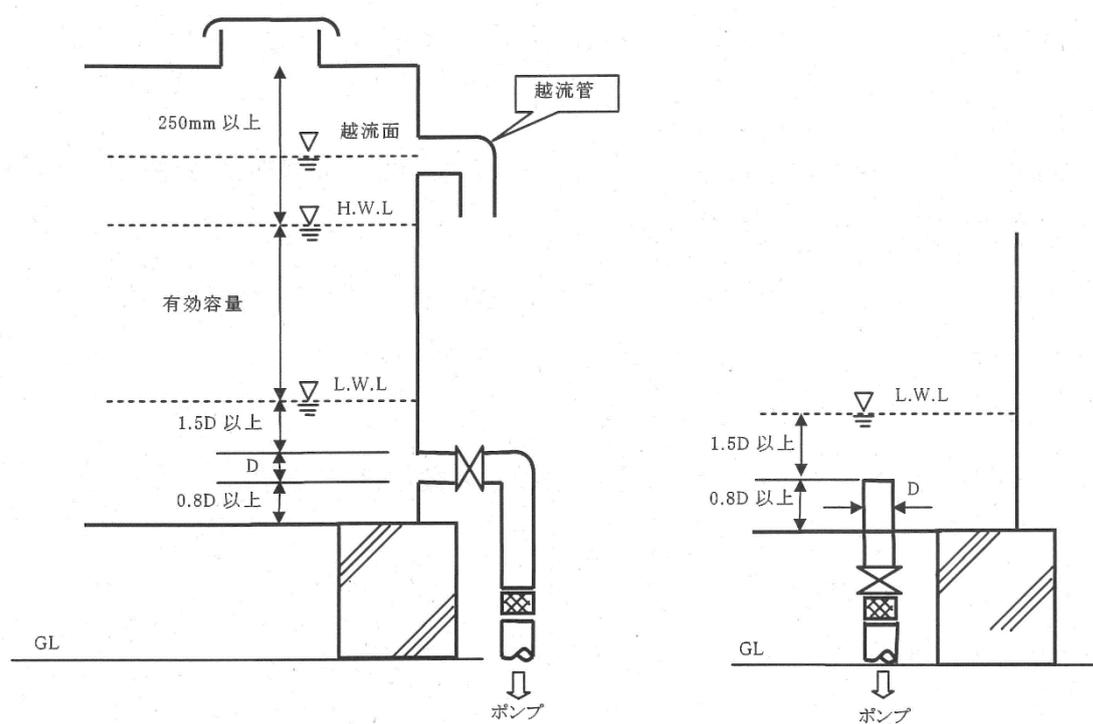

図5-6 受水槽の有効容量図
- ① 受水槽の有効容量は、計画1日使用水量の4/10以上とする。
- ② 高置水槽の有効容量は、受水槽の有効容量の1/3程度とする。
- ③ 有効容量とは、受水槽内の高水位面（H.W.L）と低水位面（L.W.L）の間の容量とする。（図5-6）